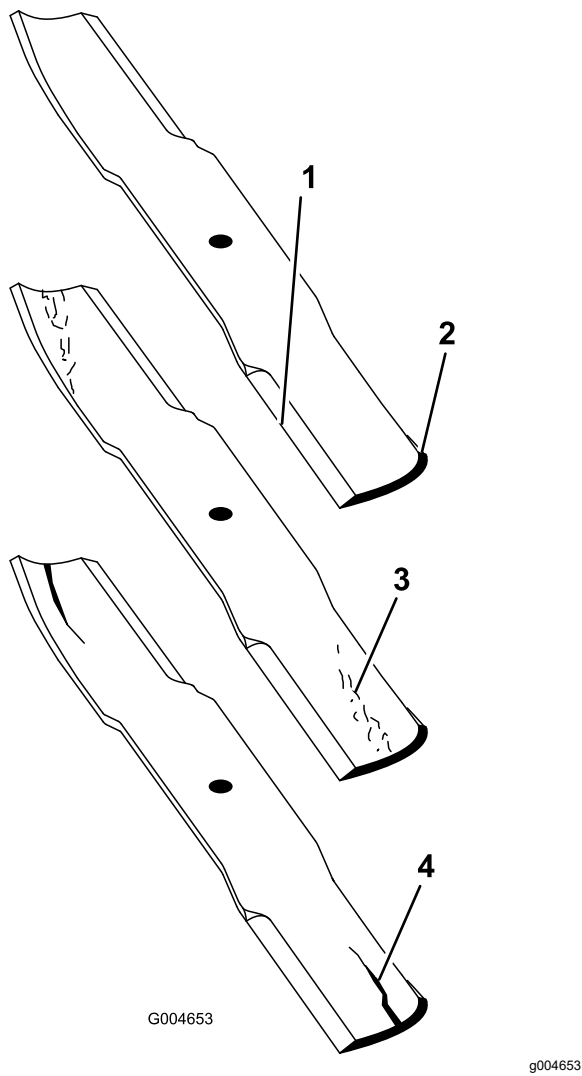

图 89
2. 仔细检查刀片的剪草端特别是刀片平面和曲面交接的部分 (图 89)。
注意 由于沙子和研磨材料可能导致连接刀片平面与曲面的金属磨损请在使用剪草机之前检查刀片。如果刀片磨损图 89 请更换。